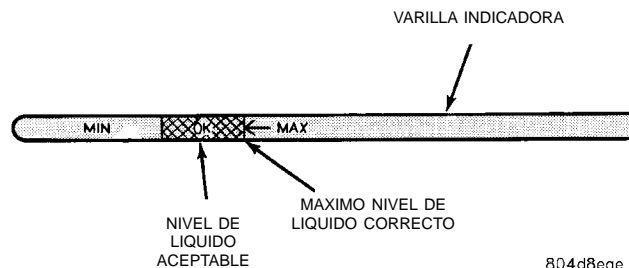

Fig. 12 Marcas de nivel de la varilla indicadora—Características
(1) Para que la verificación del nivel de líquido sea exacta, el líquido de la transmisión debe estar a la temperatura de funcionamiento normal. Si fuera necesario, conduzca el vehículo para llevar el líquido a la temperatura normal de funcionamiento en caliente de 82°C (180°F).
(2) Emplace el vehículo sobre una superficie nivelada.
(3) Arranque y haga funcionar el motor a velocidad de ralentí de contén.
(4) Aplique los frenos de estacionamiento.
(5) Desplace momentáneamente la transmisión a todas las escalas de cambios. Vuelva luego a la posición de punto muerto.
(6) Limpie la parte superior del tubo de llenado y la varilla indicadora para evitar la entrada de suciedad al tubo.
(7) Retire la varilla indicadora (Fig. 12) y verifique el nivel de líquido de la siguiente manera: